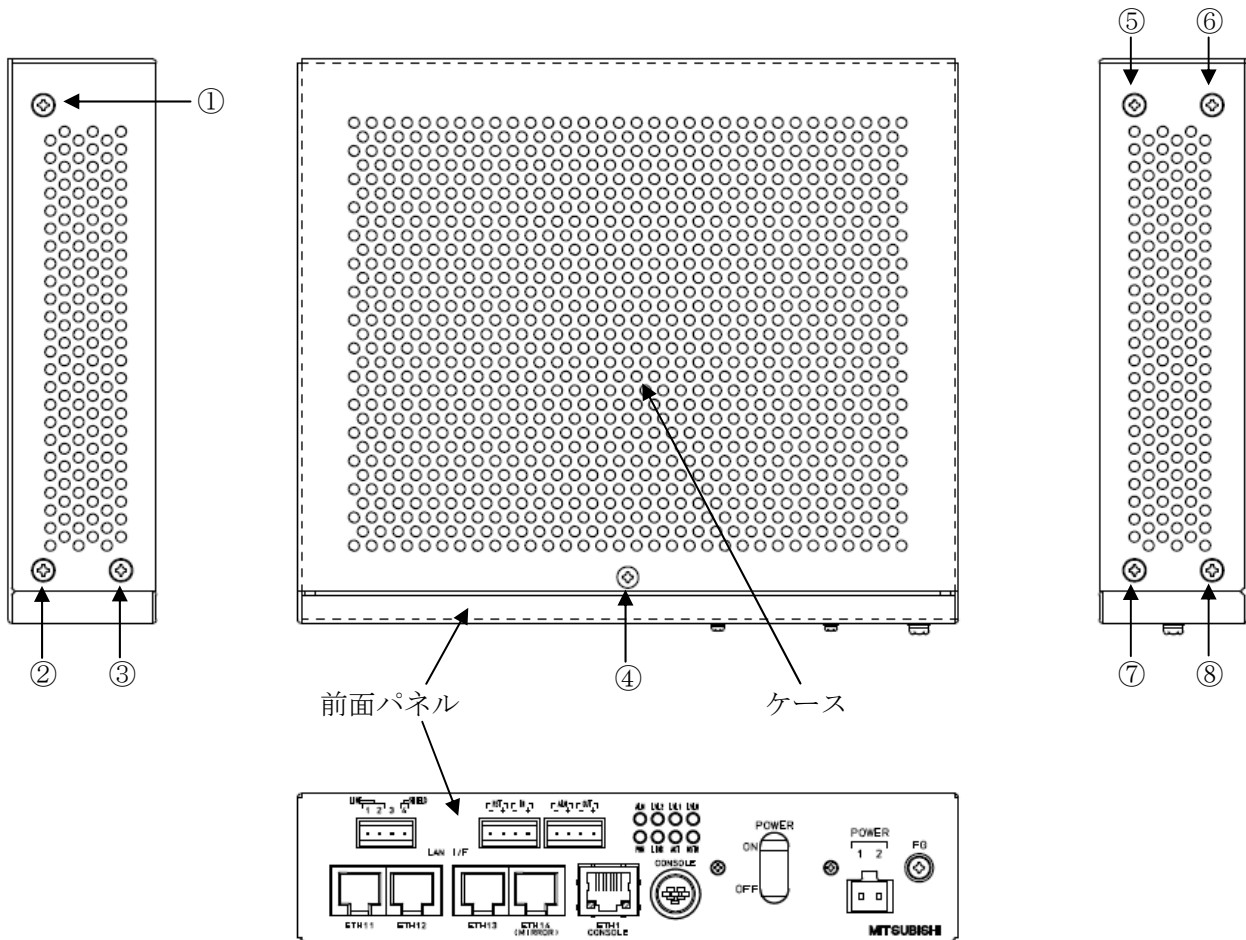

図 3-1 本体のケースとネジの位置
本装置の底面に付属品の横置き用ゴム足（4個）を取り付け、卓上・盤内などに設置してください（図 3-1）。
本装置を盤内へ固定する場合は、ケース（本体上面のフタ）の固定用ネジ①～⑧（図 3-1）のうち必要数を取り外し、ケースと固定用金具を共締め用ネジで共締めします。固定用金具と共締め用ネジは、盤に合わせお客様にてご準備をお願いします。ネジの長さは、ケース表面から本装置内部方向に 6mm 以下にしてください。